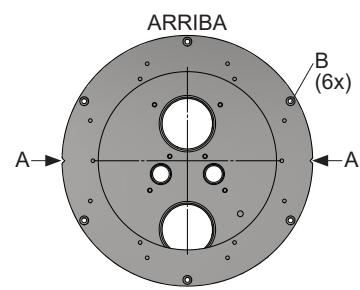

Figura. 1
1. Practique un orificio de Ø258 mm en la pared de la piscina. Oriente el nicho según indica la figura 1. Utilice el nicho a modo de plantilla para hacer seis orificios de Ø5 (vea B en la figura 1).
3. Extienda una capa homogénea de silicona de unos 2 mm de grosor alrededor del orificio y por el lado de la junta (pos. 17) que vaya a quedar orientado hacia la pared de la piscina. Aplique también silicona en los orificios perforados. Coloque el nicho en la pared de la piscina con la junta entre la parte posterior de la brida del nicho y la pared de la piscina. Atornille el nicho con los tornillos que se incluyen (pos. 2) en el anillo de sujeción (pos. 16) que se coloca en la parte exterior de la pared de la piscina.
4. Atornille la abrazadera (pos. 7) al nicho (aquí pueden omitirse las juntas que se incluyen con el juego básico para el montaje en piscinas de pared delgada). Par de apriete de 5Nm. Los tornillos deben engrasarse.
5. Monte la rejilla de aspiración (pos. 9) y el frontal de acero inoxidable. (Estos tornillos deben engrasarse.)
- Practique orificios en la pared de la piscina/mole y ajuste el nicho. Vea la figura 1. La brida del nicho debe quedar al mismo nivel que la pared de piscina terminada.